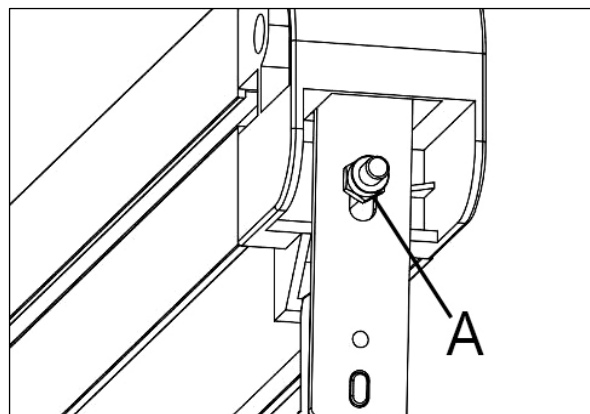
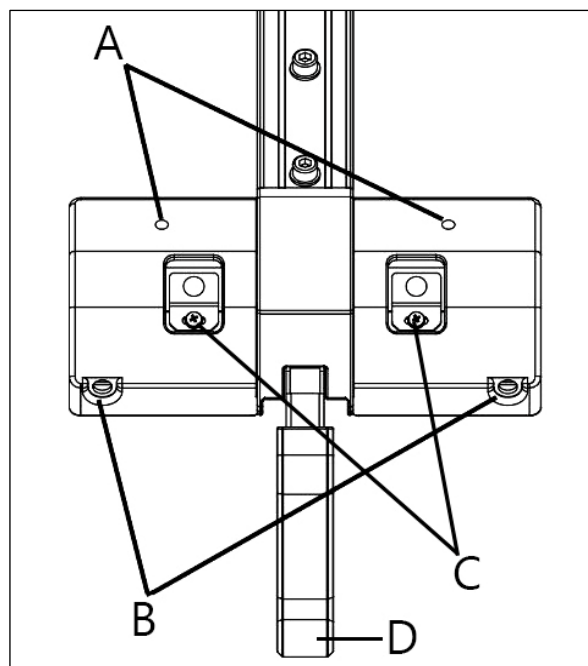

Рисунок 35.
Рисунок 36.
- Поворачивайте гайку А (рис. 35) до тех пор, пока параллельный упор не будет крепко удерживаться, когда рычаг блокировки D (рис. 36) будет установлен в нижнее положение.
- В случае, если требуется регулировка, разблокируйте параллельный упор и поверните один из двух регулировочных винтов А (рис. 36). Зафиксируйте параллельный упор и повторите проверку. Продолжайте эту процедуру, пока параллельный упор не будет перпендикулярен рабочему столу.
- Если требуется регулировка, разблокируйте параллельный упор и поверните один из двух регулировочных винтов В (рис. 36).
- Ослабьте два регулировочных винта С (рис. 36) и двигайте указатель влево или вправо, пока указатель (красная линия) не сравняется со значением измерения, полученным на предыдущем шаге.
Разблокируйте параллельный упор, подняв рычаг блокировки D (рис. 36).